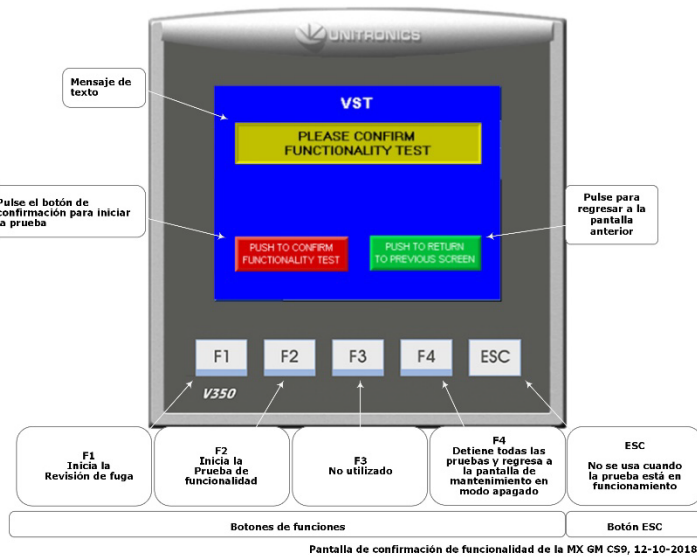

Figura 7-6: Botón de confirmación de la prueba de funcionamiento
3. Presione el botón Confirmar prueba de funcionamiento para confirmar que desea comenzar la prueba de funcionamiento. **Vea la Figura 7-6.**